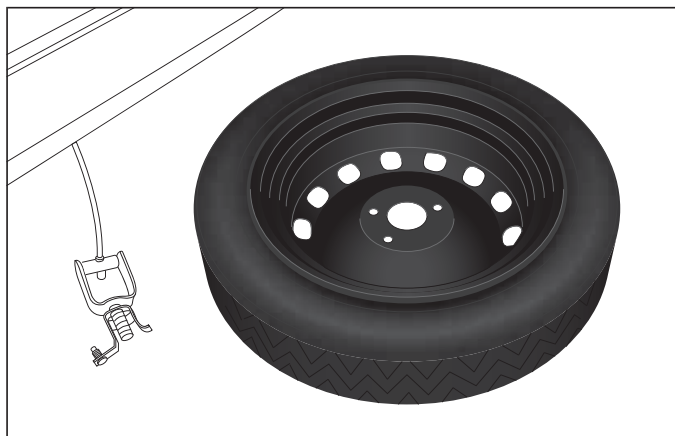

fig. 32
- ❑ a continuación, sacar la rueda de repuesto fig. 32;